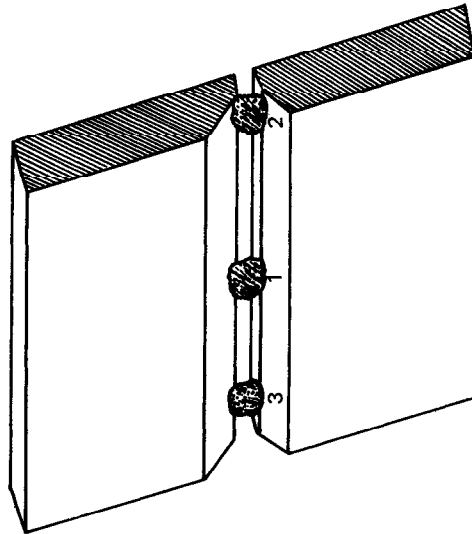

Figura 2.124
- ▲ Tercer paso *Puntee las piezas* (Figura 2.124).